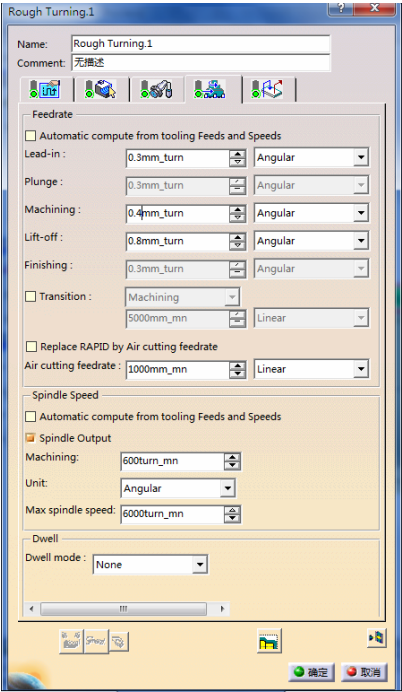

图 7-86 进给率参数选项卡 (4)
4) 定义进给率。单击“Rough Turning.1”对话框中的，切换到进给率参数选项卡（4），如图 7-86 所示。